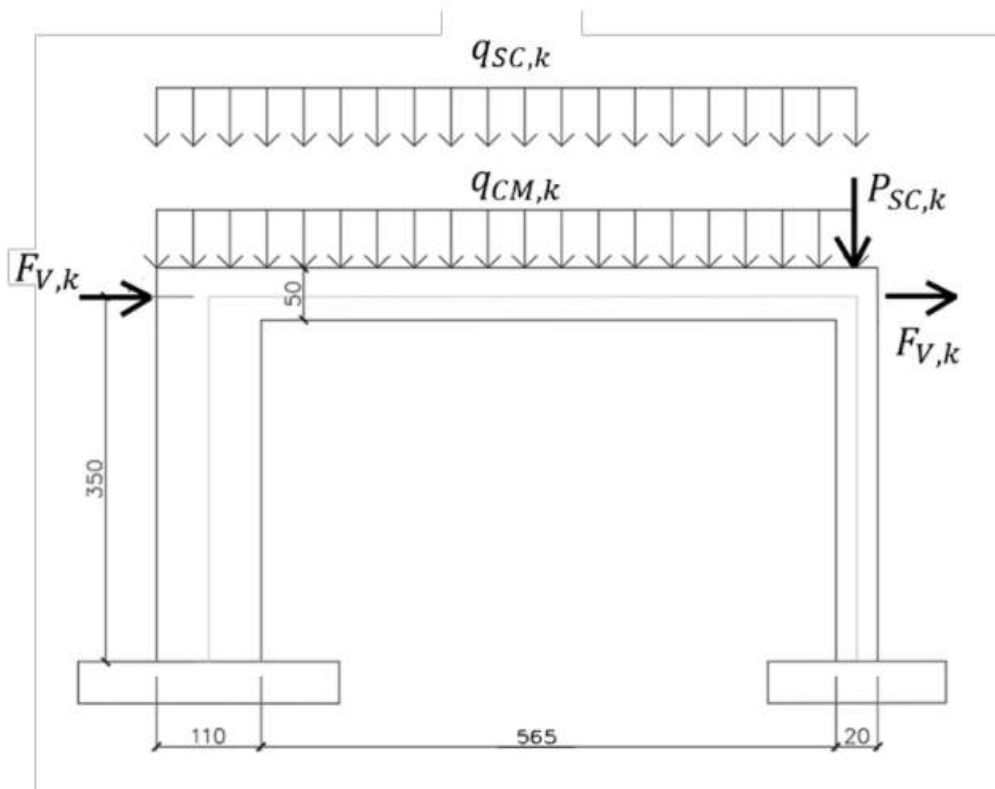
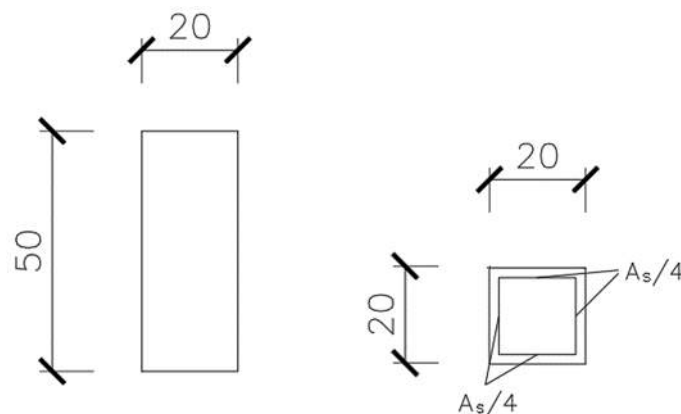

Figura 1: Esquema en alzado. Bordes de elementos en línea negra y ejes en línea gris (unidades en cm).
Figura 2: Corte transversal de viga y pilar derecho (A_s área total de acero).
La Figura 1 muestra esquemáticamente una estructura de hormigón armado sometida a acciones características de viento $F_{V,k}$, acciones permanentes de valor característico $q_{CM,k}$ que actúan uniformemente en la viga (e incluyen el peso propio) y a una acción variable de sobrecarga de valor característico $q_{SC,k}$ que actúa uniformemente en la viga. También existe una carga puntual $P_{SC,k}$ que actúa sobre el eje del pilar derecho, vertical hacia abajo, y tiene el mismo origen que $q_{SC,k}$. Se quiere diseñar esta estructura para que los pilares no le transmitan momentos flectores a la cimentación ni al suelo (pilares articulados en extremos inferiores). Las secciones de la viga y pilar derecho se detallan en la Figura 2.
- Sin hacer cuentas y sin tener en cuenta los valores exactos de los momentos flectores, realizar esquema de alzado (o puede utilizar la Figura 1) y representar las armaduras estructurales, en la viga y ambos pilares, que prevé colocar para satisfacer los ELU de flexión, cortante y anclaje. Justificar muy brevemente (una o dos líneas) por qué colocó las armaduras en cada elemento.
- Diseñar la armadura longitudinal y transversal del pilar derecho para satisfacer ELU de solicitaciones normales y de inestabilidad. Considerar el soporte articulado en su extremo inferior y un apoyo deslizante en el superior, con un recubrimiento mecánico **3 cm** (ver Figura 2).